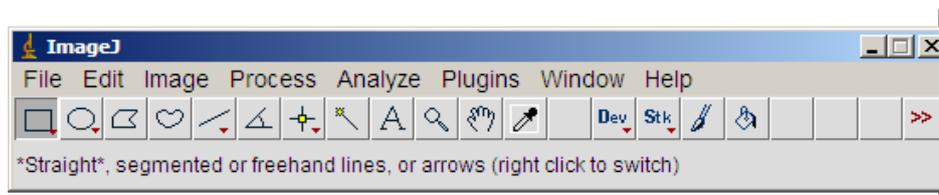

Figura 5 Menú de Image J para seleccionar la línea y trazarla en el papel hidrosensible
5. Con el botón herramientas de imagen se traza una línea horizontal de punta a punta del papel a analizar (Figura 5). Entonces aparecerá un cuadro de diálogo (Figura 6) donde hay que poner la medida real de la línea trazada (si es un papel hidrosensible son 7.6 cm) e indicar también en unidades “centimeters” para que los resultados los exprese en esa unidad. Para que aparezca el cuadro de dialogo hay que seleccionar en el menú principal de Image J “Analyze” y después “Set Scale” (Figura X).